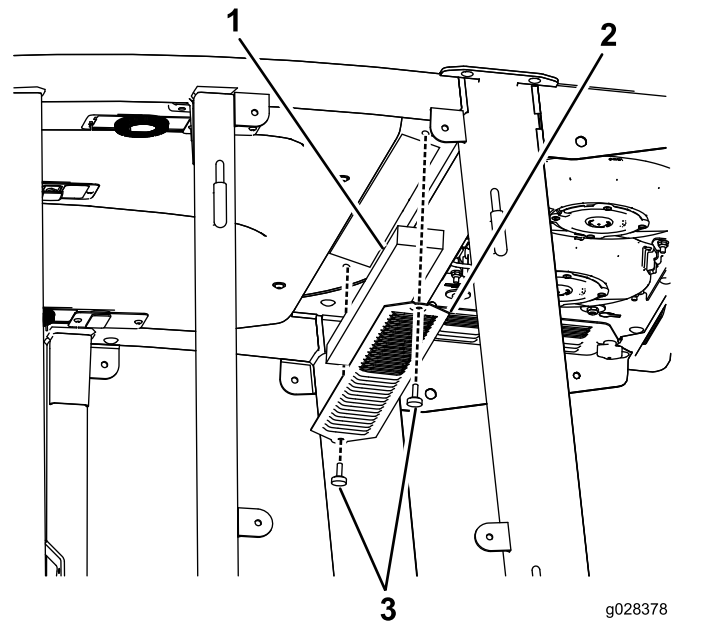
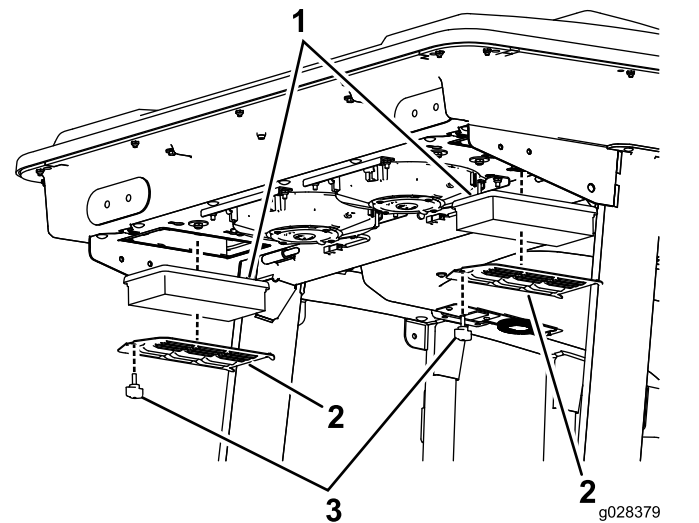
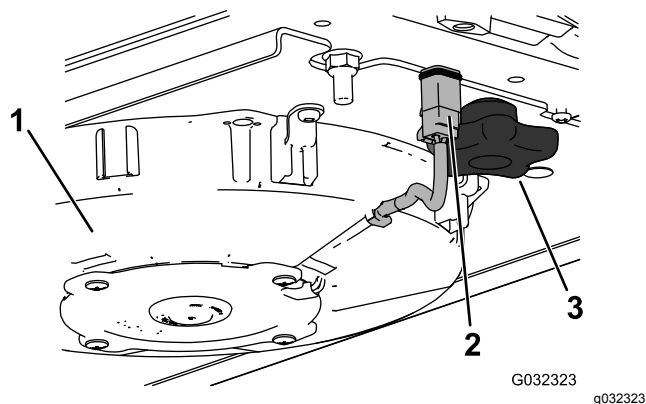
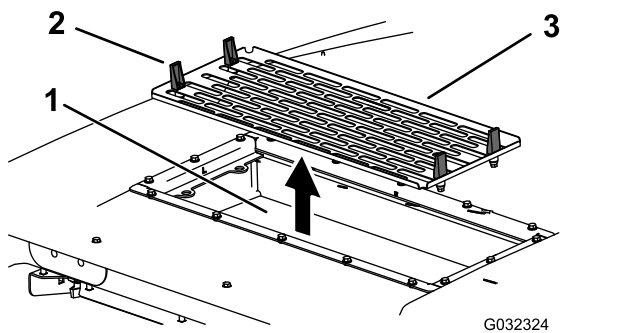

Figure 92
Figure 93
Figure 95
Figure 96
1. Retirez les vis et les grilles des filtres à air intérieur et arrière de la cabine (Figure 92 et Figure 93).
4. Déposez les filtres à air (voir Figure 93).
6. Reposez les filtres à air, la grille et le ventilateur (Figure 93, Figure 95 et Figure 96).
7. Rebranchez le câble de chaque ventilateur (Figure 95).